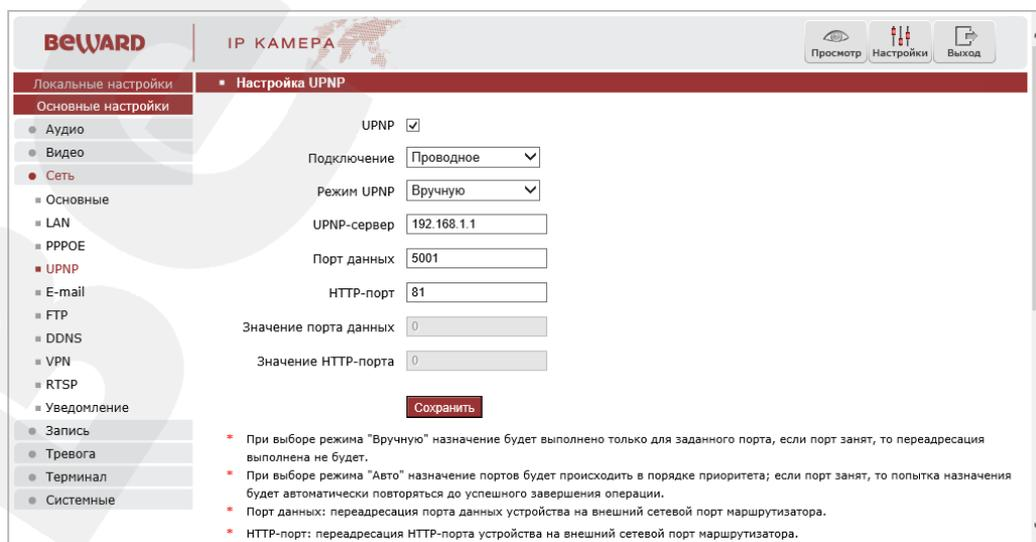

Рис. 6.3
**Шаг 1:** включите опцию [UPnP] в настройках IP-камеры. Для этого перейдите в меню **Настройка – Сеть – UPnP** и поставьте «галочку» рядом с [Включить] (Рис. 6.3).
**Шаг 4:** введите в поле **[HTTP-порт]** значение порта HTTP для данной камеры при доступе к ней из сети Интернет. Например, пусть в качестве HTTP-порта для доступа из сети Интернет используется порт 81. То есть, чтобы обратиться к IP-камере в локальной сети, по-прежнему используется порт 80, а при запросе потока из сети Интернет будет использоваться порт 81 (Рис. 6.3).